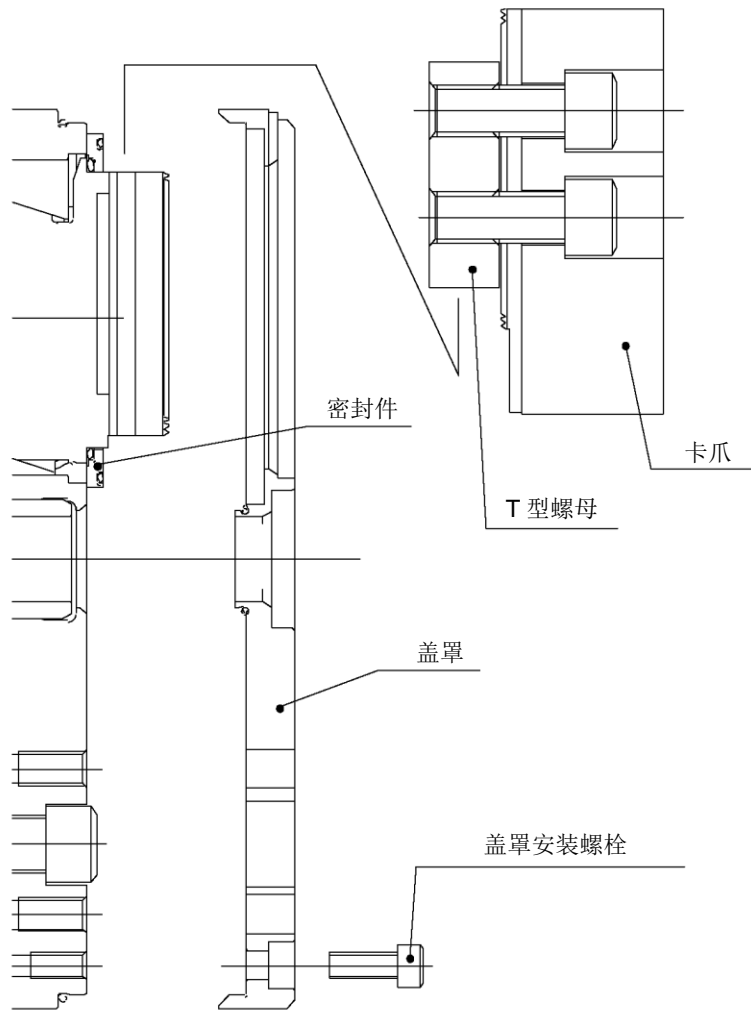

图 23
- ① 将卡爪置于打开状态（导向套位于前进端），作业前务必切断机床的主电源。
- ② 拆下卡爪和定位座。
- ③ 清洁卡盘表面及外圆部，以防切屑及切削液进入卡盘内部。
- ④ 取下盖罩安装螺栓，拆下盖罩。（图 23）